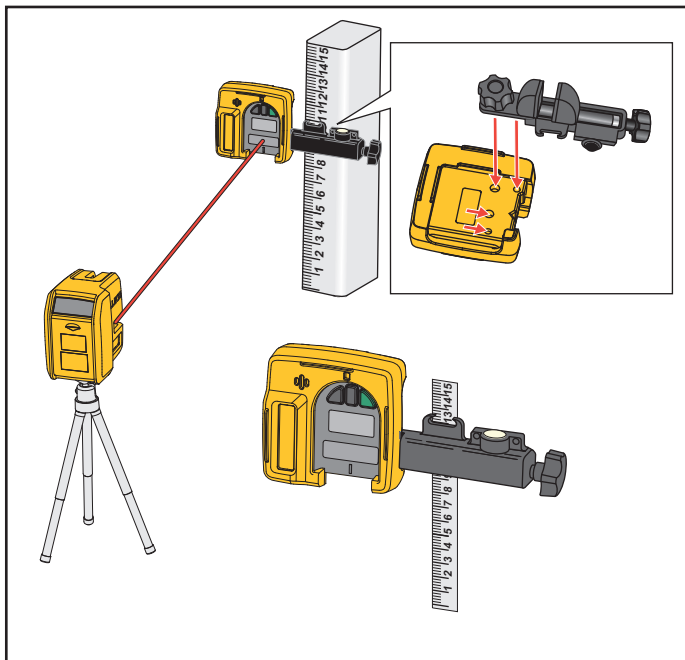

图 3. 水准仪和探测仪
3. 打开激光水准仪和探测仪，让激光直接射向探测仪的激光接收窗口。请参阅图 3。